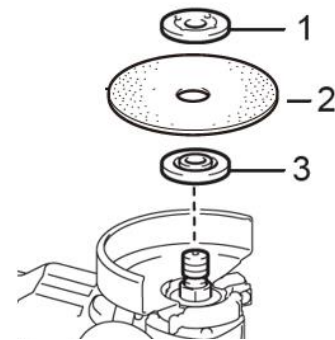

РИСУНОК 2.2.3. УСТАНОВКА ОСНАСТКИ.
1. Снимите наружный прижимной фланец «3» (рисунок 2.2.3.).
2. Установите на изделие соответствующую оснастку «1», в зависимости от вида работы (шлифование, отрезание), совместив отверстие в оснастке с выступом внутренней шайбы «2» (рисунок 2.2.3.).